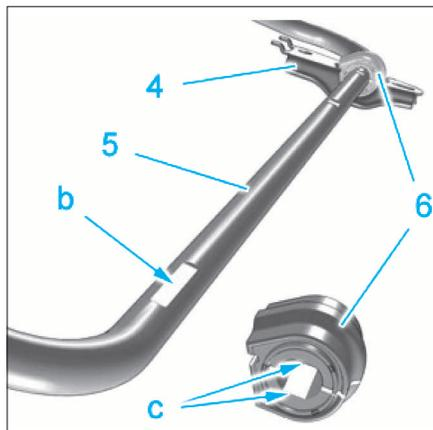

FIG. 8
Le positionnement latéral et horizontal est réalisé par deux méplats en "c" à l'intérieur du palier (6) et des empreintes en "b" sur la section de barre stabilisatrice (Fig.8).